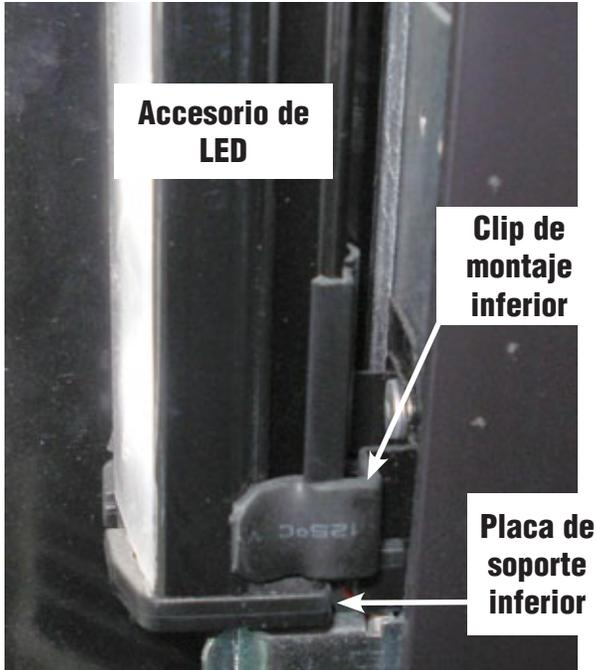

Figura 4. Placa de soporte inferior y clip
8. Vuelva a armar en el orden inverso en que desarmó. Asegúrese de que el accesorio de luz LED esté en la placa de soporte inferior, como se muestra en la Figura 4.